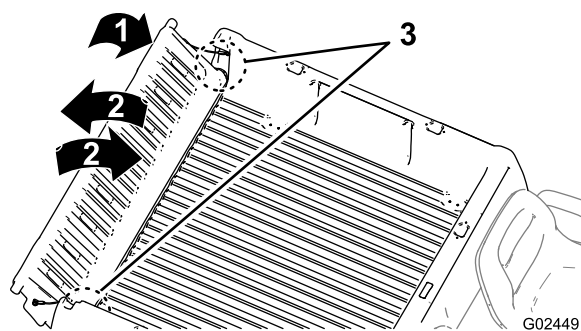

Figura 21
3. Mueva el portón trasero varias veces hacia adelante y hacia atrás, con breves sacudidas (Figura 21).
2. Abra la compuerta trasera a un ángulo de 45° aproximadamente (Figura 21).